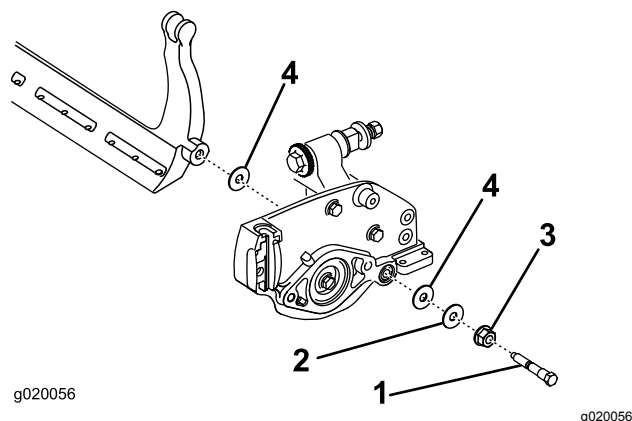

Figure 23
Mettez de côté 2 rondelles en nylon et 1 rondelle en acier à chaque extrémité de la barre d'appui (Figure 23).
3. Placez une rondelle en nylon de chaque côté du bossage de la plaque latérale. Placez une rondelle en acier à l'extérieur de chaque rondelle en nylon (Figure 23).